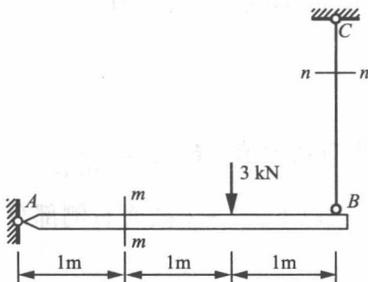

图 1-3
1.2 试求图 1-3 所示结构 $m-m$ 和 $n-n$ 两截面上的内力，并指出 AB 和 BC 两杆的变形属于哪一类基本变形。